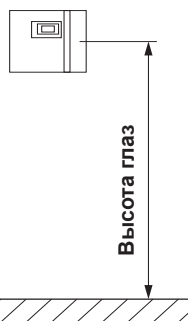

Рис. 3
1. Отверстия $\varnothing 3$ мм для входящих в объем поставки саморезов 4 x 25 мм размещаются соответственно указанным на рис. 3 и 3.1 размерам.